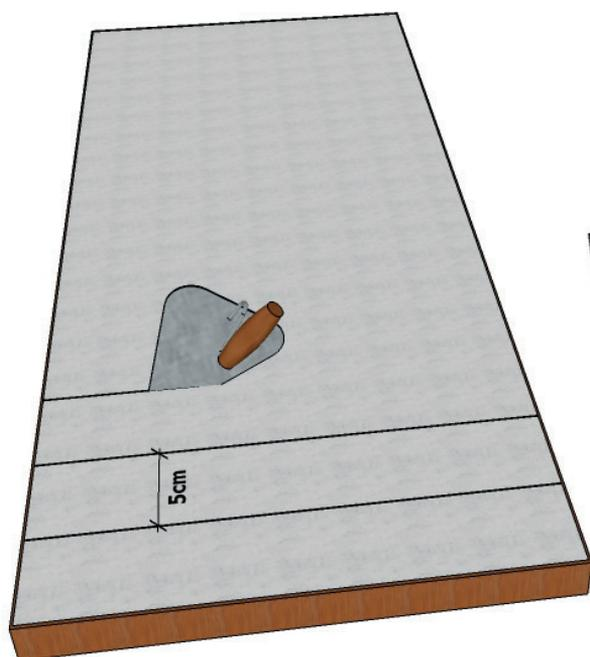

Fig. 10 - Corte da argamassa em quadrados de 5x5 cm
- Cortar a argamassa com colher de pedreiro em quadrados de 5x5 cm (fig. 10);